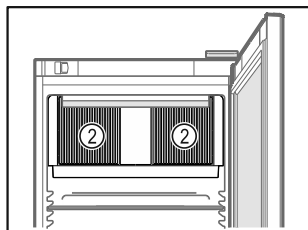

Fig. 57
- Oslobodite ventilacijske proreze Fig. 57 (2) za ventilator optočnog zraka u unutrašnjosti.